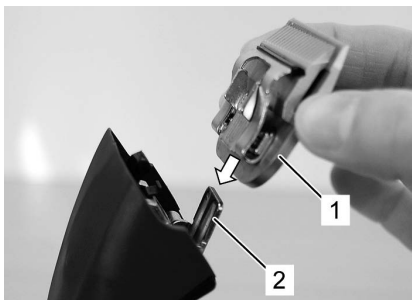

Fig. 15
6. Fest klippehodet på bladhengeselet, og fold den inn på den påslåtte klippemaskinen med et lett trykk (fig. 15, 16, 17).